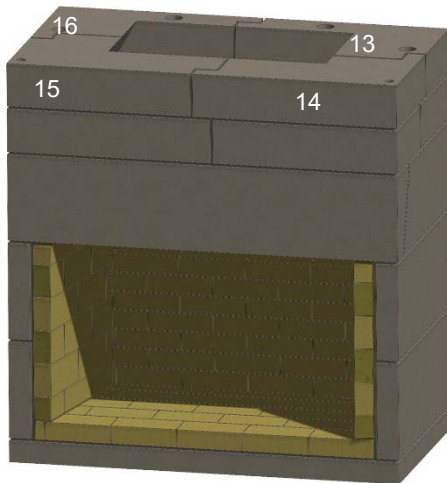

Figura 14. Nivel medio de la garganta
J. Instale el segundo anillo de cuatro componentes de la garganta (artículos 13, 14, 15 y 16). Compruebe con un nivel. Véase la figura 14.